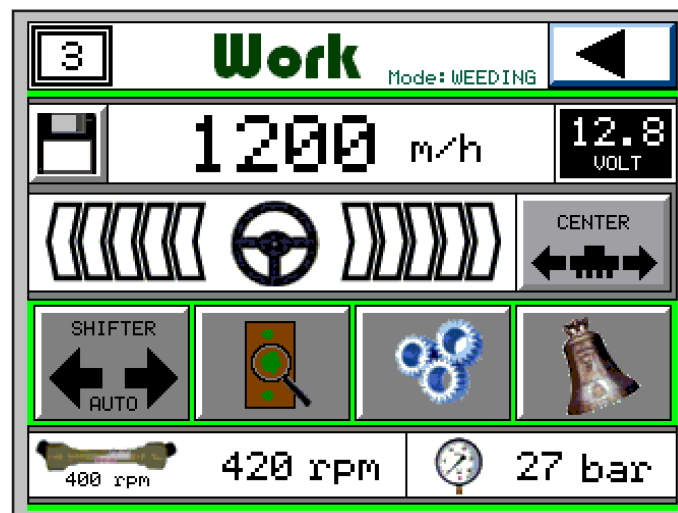
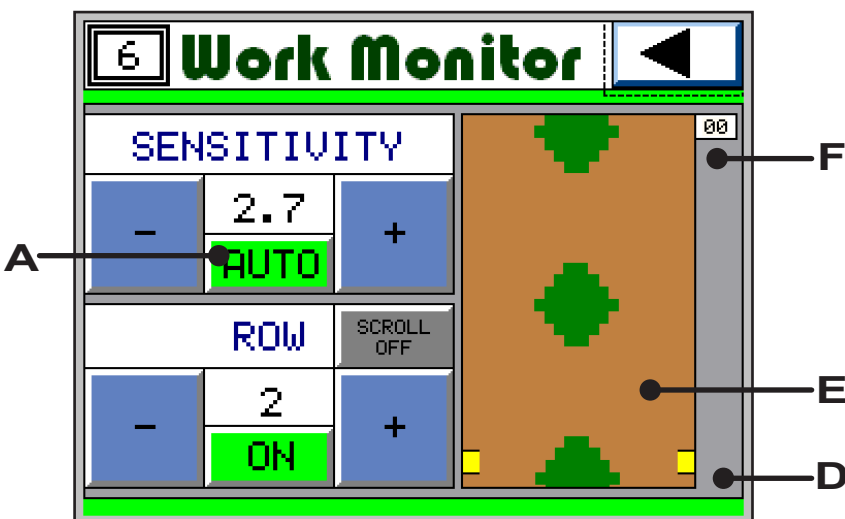
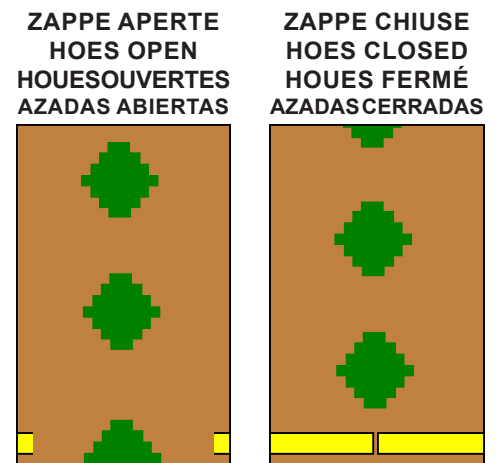

Fig. 1
Fig. 2
Fig. 3
Viene inoltre mostrata la posizione della zappa interpianta (D) (Fig. 3) e un valore di riferimento che viene incrementato ogni due centimetri di avanzamento (F) utile per verificare che l'avanzamento sia effettivamente rilevato dal sistema.
Press the button  (Fig. 1) to enter the setup page and control the infrared readers sensitivity (Fig. 2).
The system shows also the hoe between the plants (D) (Fig. 3) and a reference value, updated every two seconds, that allows you to verify the system scanning procedure (F).
Appuyez sur  (Fig. 1) pour régler la sensibilité des capteurs optiques (Fig. 2).
Et aussi indiquée la position courant des houes (D - Fig. 3) et une valeur de référence qui est mise à jour tous les deux cm d'avancement (F) pour vérifier que l'avancement soit détecté correctement.
Pulsando  (Fig. 1) se accede a la página de regulación de la sensibilidad de los lectores infrarrojos (Fig. 2).
También se muestra la posición de la azada intercepas (D) (Fig. 3) y un valor de referencia que aumenta cada dos centímetros de avance (F) útil para verificar que el avance sea efectivamente detectado por el sistema.
**Se si utilizza la modalità automatica (consigliato) è necessario impostare in modo corretto dimensione e distanza media fra i cespi (vedi capitolo "MENU LAVORO: PARAMETRI DI LAVORAZIONE"). Se in modalità automatica si presenta una situazione simile alla (Fig. 2), aumentare leggermente il diametro impostato; viceversa se si presenta una situazione simile alla (Fig. 3) diminuire leggermente il diametro impostato.**
**ATTENTION: If you are using the automatic mode (recommended) you need to set correctly the heads dimension and the distance between the plants (see the section "WORK MENU: WORK PARAMETERS") If in automatic mode a situation similar to (Fig. 2) occurs, it is necessary to increase the diameter set; on the contrary, if a situation similar to (Fig. 3) occurs, it is necessary to decrease the diameter set.**
**Si utilisez la modalité automatique (conseillée) il faut établir correctement la dimension et la distance moyenne entre les touffes (voyez le chapitre « MENU TRAVAIL : PARAMÈTRES DU TRAVAIL »).** Si en utilisant la modalité automatique la lecture est presque la même de la (Fig. 2), il faut augmenter la valeur du diamètre établi; au contraire si la lecture est presque la même de la (Fig. 3), il faut baisser la valeur du diamètre établi.
**Si se utiliza la modalidad automática (recomendado) hay que configurar de manera correcta la dimensión y la distancia media entre las plantas (véase el capítulo “MENÚ TRABAJO: PARÁMETROS DE ELABORACIÓN”).** Si en modalidad automática se presenta una situación similar a la (Fig. 2), aumente ligeramente el diámetro configurado; al contrario, si se presenta una situación similar a la (Fig. 3) disminuya ligeramente el diámetro configurado.